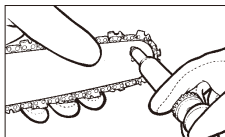

Fig. 20
3. Med smørepistolen (valgfrritt), sett spissen inn i smøringshullet og klem inn smøring til det vises på ytre kant av spissen på tannhjulet (Fig. 20).